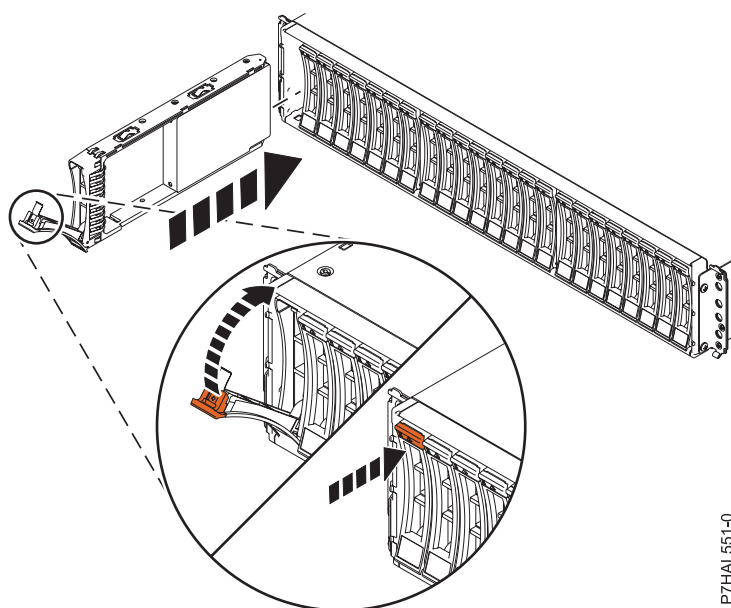

Figure 10. Installation de l'unité de disque dans le boîtier d'unité de disque 58/87
1. Avec la poignée en position déverrouillée, comme illustré à la figure 10, à la page 20, maintenez l'unité par le dessous pour l'aligner avec les rails de guidage dans l'unité d'extension.